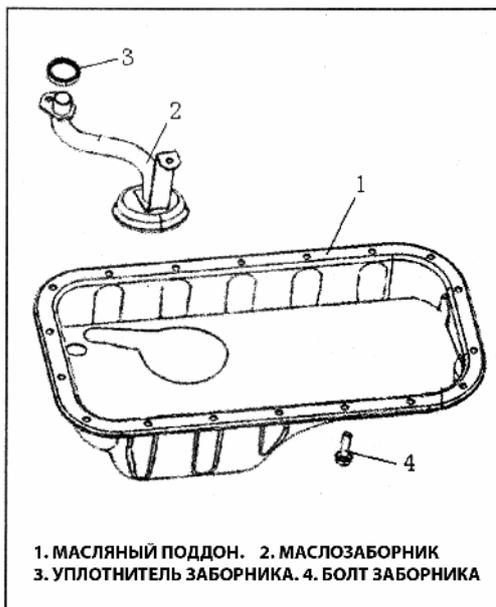

Рис. 44
- 2) Снимите масляный поддон (Рис. 44).
- 3) Снимите сетку маслозаборника (Рис. 44).
- 1) Установите уплотнитель на место как показано на рисунке (Рис. 44).